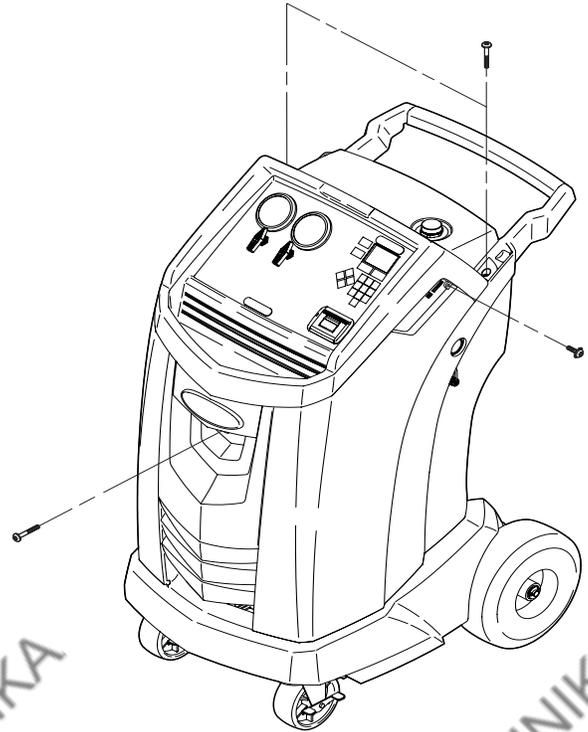

Abbildung 11
Schalten Sie das Gerät aus. Entfernen Sie den Ölbehälter. Entfernen Sie die vier Schrauben, mit denen die Verkleidung befestigt ist. Siehe Abbildung 11.
2. Entfernen Sie die vier Schrauben, mit denen die Verkleidung befestigt ist. Siehe Abbildung 11.